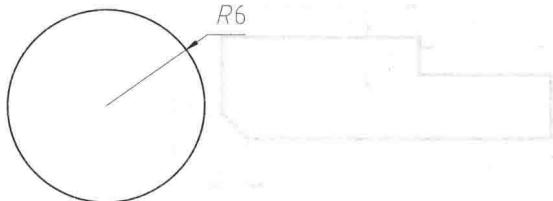

图 1-3 绘制的圆
指定圆的半径或 [直径 (D)]: 6 ↵ //指定圆的半径, 绘制的圆如图 1-3 所示